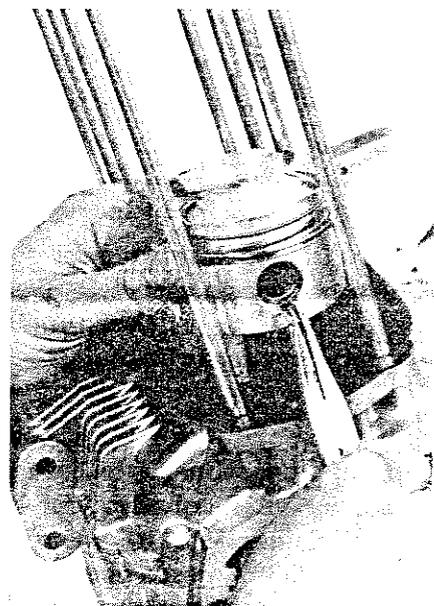

Fig. 57
- 6) Togliere con una pinza a becchi gli anellini elastici di fermo dello spinotto (Fig. 57). Curare che gli anellini non cadano nel motore (per prudenza mettere degli stracci).
- 6) Using a long nosed pliers, remove the gudgeon pin circlips (Fig. 57). Take care not to drop the circlips into the crankcase (put clean rags in the crankcase opening).